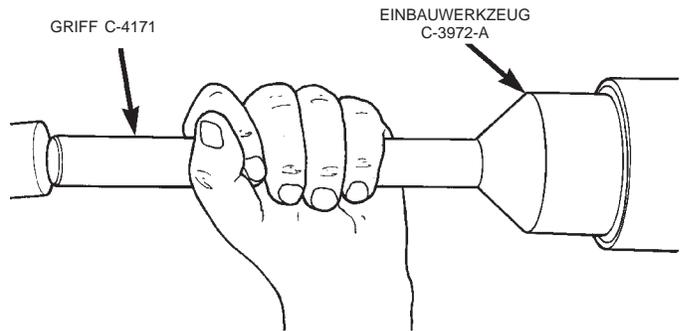

Abb. 45 Wellendichtring einbauen
(4) Äußeres Lager und Ölabbstreifring (je nach Ausstattung) einbauen.
(5) Die Lippe des Wellendichtrings mit Getriebeöl einölen. Den Wellendichtring mit Werkzeug C-3972-A und Griff C-4171 auf der Welle montieren (Abb. 45).